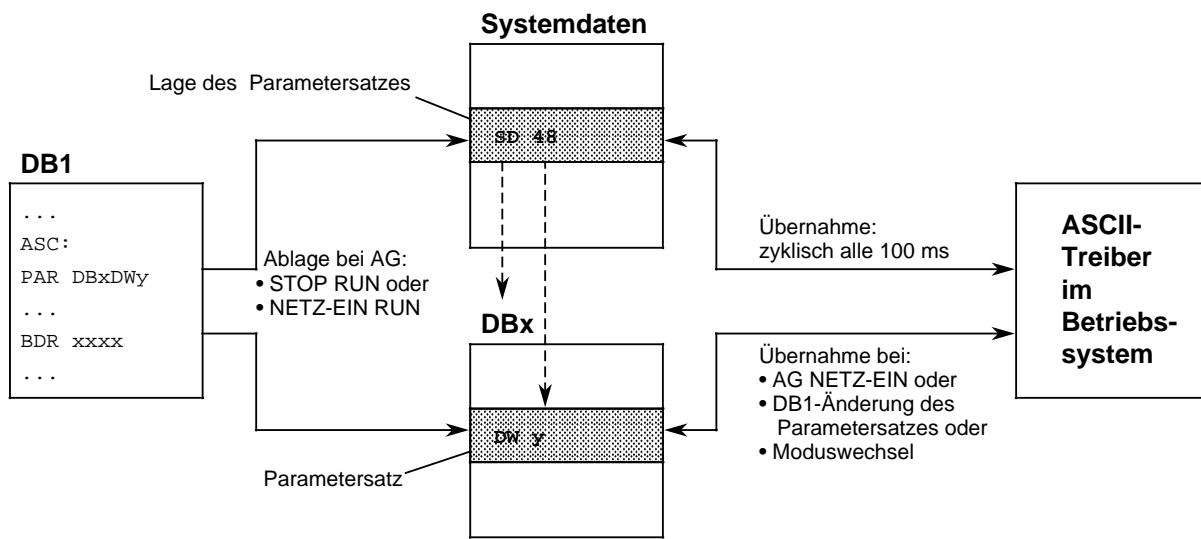

Bild 4.8 Zugriff auf die Parametrierungsdaten bei ASCII-Treiber
Zugriff auf die Parametrierungsdaten (Bild 4.8):
- Der ASCII-Treiber im Betriebssystem des AGs greift auf die Parametrierungsdaten zu, wie im Bild 4.8 beschrieben.